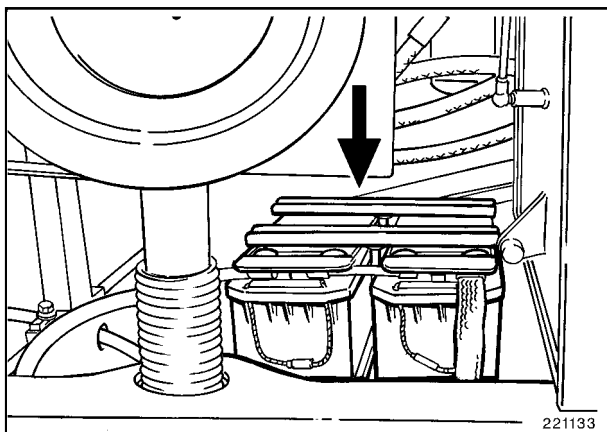

Fig. 2
- Destornillar el portapilas (Fig. 2).